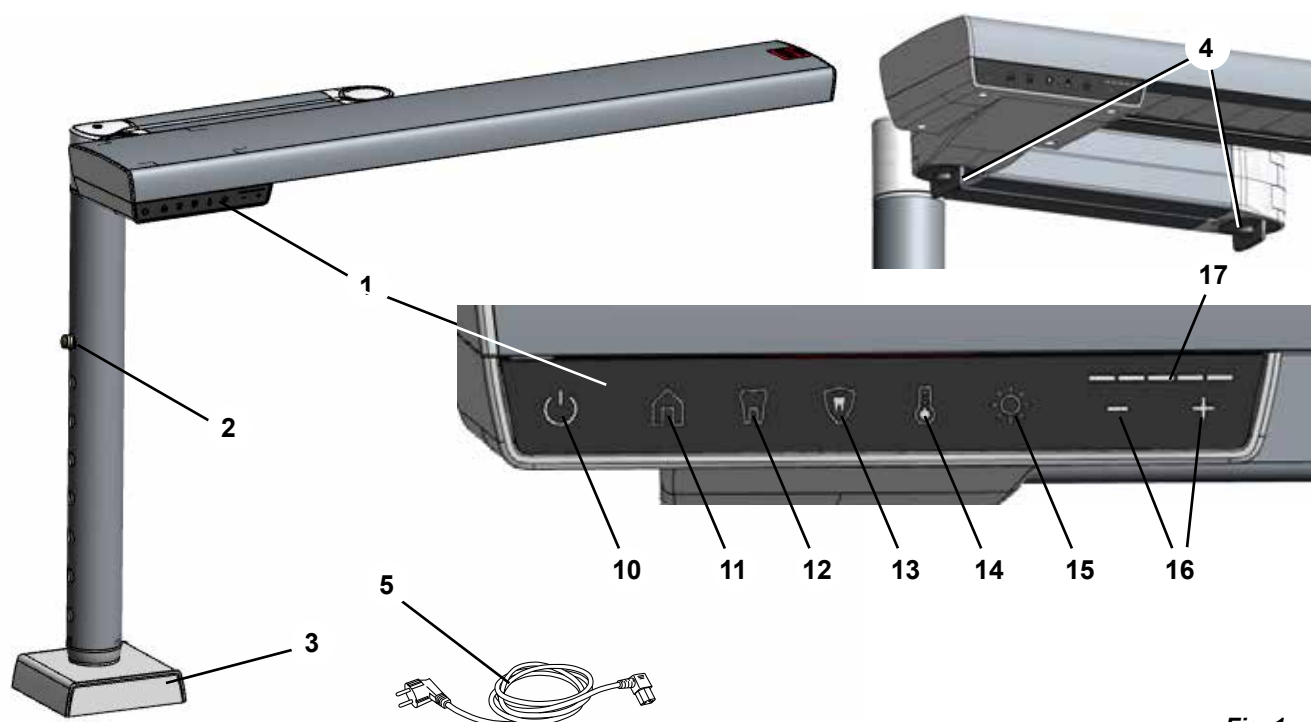

Fig. 1
- ⇒ Enfoncer le blocage du réglage en hauteur (2, Fig. 1) et sortir le tube intérieur au niveau du socle jusqu'à la position maximale.
Pour déterminer l'emplacement de montage approprié, desserrez le verrouillage articulé 4, Fig. 1) et vérifiez que vous pouvez déplacer la lampe de travail dans la position optimale décrite précédemment (chapitre 4.2.1).
- ♦ La touche Brightness (15, Fig. 1) s'allume.
- ♦ Sur l'affichage Intensity (17, Fig. 1), la valeur de luminosité actuelle apparaît.